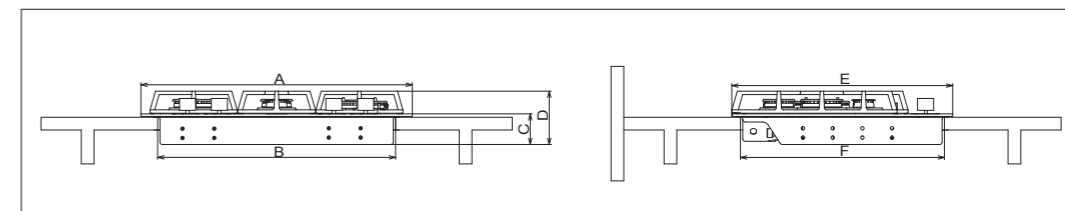

Рис.9
1. Плиту следует устанавливать в надёжную горизонтальную кухонную стойку. Встраиваемый размер стойки указан на рис. 9. Убедитесь, что расстояние от горючих материалов более 150 мм, а от негорючих материалов более 50 мм.